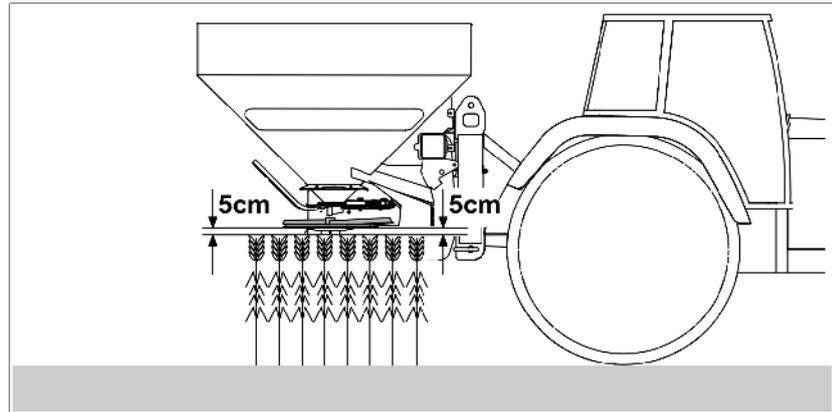

図 57
3. 散布偏向板の回転ウイング (図 57/1) を標準施肥と遅い追肥用の希望する位置に旋回させます。